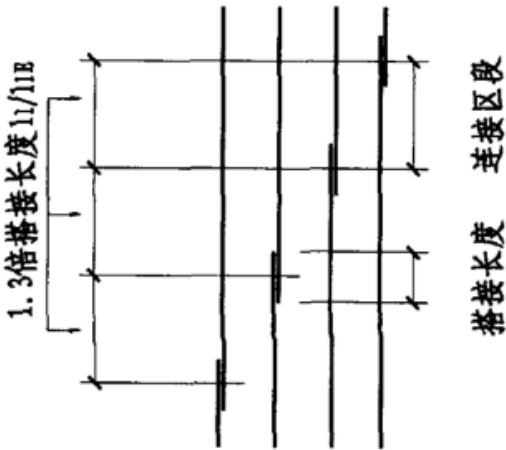

图 4：钢筋搭接连接示意图
7.4.3 按本说明要求可采用绑扎搭接连接的水塔各部分受力钢筋，其搭接长度 $1l$ ：/1m 应满足表 6 的要求。当搭接连接的钢筋直径不同时，可取二者中直径较小者计算。绑扎搭接连接的接头间距应 ≥ 1.3 倍搭接长度，同一连接区段内钢筋搭接接头的面积百分率应<25%。钢筋的搭接连接示意图见图 4。